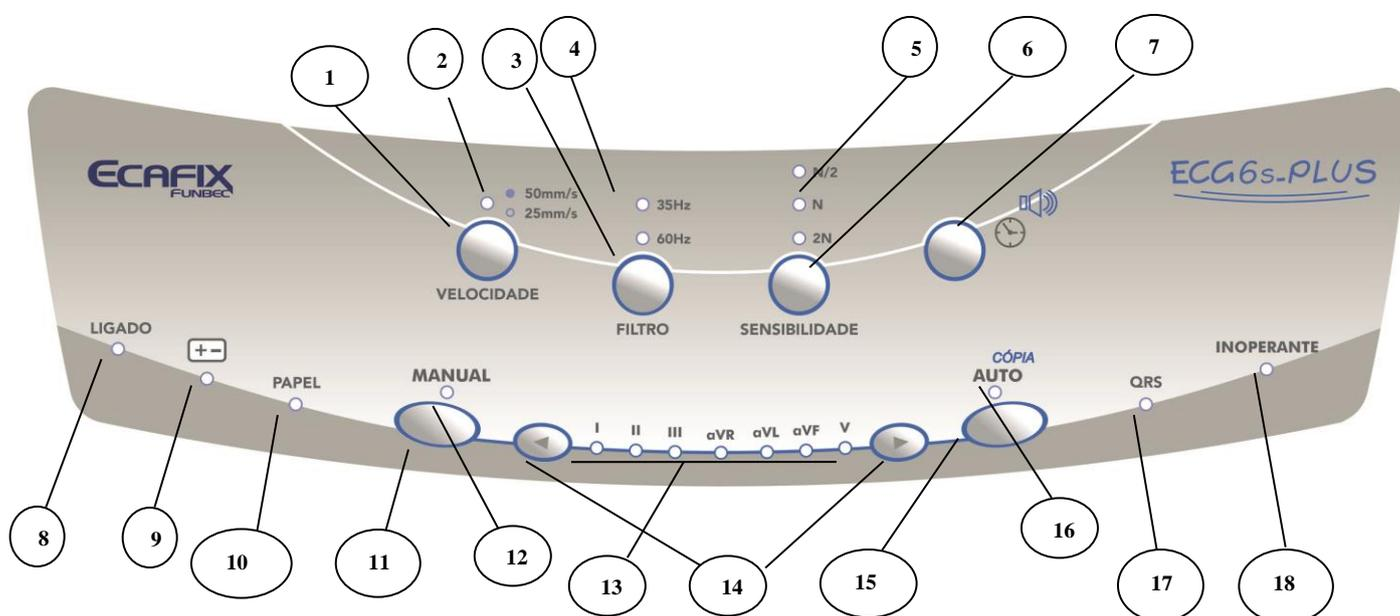

Fig. III. 1.1 – Teclado
Ao ligar o equipamento, a luz indicadora de *equipamento* ligado (8 – fig. III. 1.1) acenderá. Acenderão também as luzes “N” e “I”, indicando a *sensibilidade* e a *derivação* selecionadas. O *equipamento* estará com os dois modos de registro (manual e automático) desligados, o que é caracterizado pelas luzes MAN (15 – fig. III. 1.1) e AUTO (16 – fig. III. 1.1) apagadas. Neste modo, o registro e a cabeça térmica da impressora permanecerão inoperantes.
O modo de registro manual, ativado e desativado pela tecla MAN (14 – Fig. III. 1.1), permite o registro em papel térmico, do sinal referente à derivação selecionada. Neste modo, as *derivações* deverão ser selecionadas manualmente, antes da tecla “MAN” ser acionada, através do *seletor de derivações* (5 – Fig. III. 1.1).
O modo de registro automático, ativado e interrompido pela tecla AUTO (17 – Fig. III. 1.1), permite o registro em papel térmico das sete *derivações*. Iniciando em DI e finalizando em V, selecionando-as automática e seqüencialmente a cada 4 segundos de registro. Neste modo, o *seletor de derivações* (5 – Fig. III. 1.1) não terá função.
- SELETOR DE DERIVAÇÕES: O ECG-6 Plus possui 7 *derivações* de ECG (I, II, III, aVR, aVL, aVF, V). Para selecioná-las, utilizar as teclas seta à direita e esquerda (5 - fig. III. 1.1).
- GANHO (SENSIBILIDADE) DA CURVA DE ECG: O ECG-6 Plus possui três ganhos de traçado, para selecioná-los seqüencialmente em N/2, N e 2N, pressionar a tecla SEN (11 - fig. III. 1.1);
- VELOCIDADE DE REGISTRO DO ECG: O ECG-6 Plus possui duas velocidades de registro (25 mm/s e 50 mm/s), para seleccioná-las pressionar a tecla VEL (13 - fig. III. 1.1);
- FILTROS DO SINAL DE ECG: O ECG-6 Plus possui dois filtros (35Hz / 0,15Hz e 60Hz), o filtro de 60 Hz deve ser usado basicamente quando houver uma interferência regular sobre o traçado, causada principalmente por ruído de rede elétrica ou falta de aterramento. O filtro de 35 Hz / 0,15Hz deve ser utilizado em casos de tremor muscular do *paciente*, (o sinal aparece com interferências) e/ou instabilidade de linha de base. Para ligar ou desligar os filtros pressionar a tecla FILTRO (3 - Fig. III. 1.1), a cada toque e seqüencialmente eles serão desligados e ligados.
- SINAL SONORO DE DETECÇÃO DE COMPLEXO QRS/CONFIGURAÇÃO DO RELÓGIO: O ECG-6 Plus possui um sinal (bip) sonoro para indicar a ocorrência de um complexo QRS. Para ligar ou desligar este sinal, pressionar a tecla CONFIG (7 – Fig. III. 1.1).
7. Verificar se a indicação de falta de papel (9 – fig. III. 1.1) está ativada, caso afirmativo, trocar o papel térmico conforme item III. 2.7 deste manual de operação.
8. Aguardar até a INDICAÇÃO DE OCORRÊNCIA DE QRS (12 - fig. III. 1.1) piscar ritmicamente.
9. Selecionar então, o modo automático de registro através da tecla AUTO (17 - fig. III. 1.1).
7. Após a impressão, a LUZ INDICADORA DE MODO AUTOMÁTICO (16 - fig. III. 1.1) piscará, indicando que o *eletrodo* precordial deverá ser movido para a próxima posição indicada no papel.
9. Aguardar a LUZ INDICADORA DE QRS (12 — fig. III. 1.1) piscar ritmicamente e, pressionar a tecla AUTO (17 - fig. III. 1.1) para continuar o registro.
11. Para interromper o registro automático em qualquer momento, pressionar por aproximadamente 2 segundos a tecla AUTO (17 - fig. III. 1.1).
12. Selecionar através do *seletor de derivações* (5 – fig. III. 1.1), a *derivação* a ser registrada.
13. Aguardar até a INDICAÇÃO DE OCORRÊNCIA DE QRS (12 - fig. III. 1.1) piscar ritmicamente.